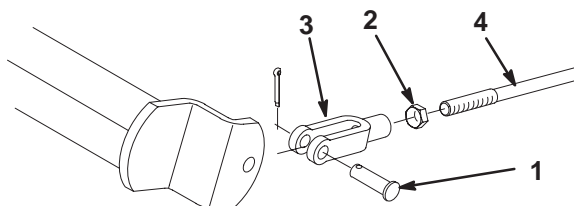

Figure 40
2. Desserrez l'écrou de blocage et réglez la chape comme il convient (Fig. 40).
3. Montez la chape sur l'arbre de frein (Fig. 40).